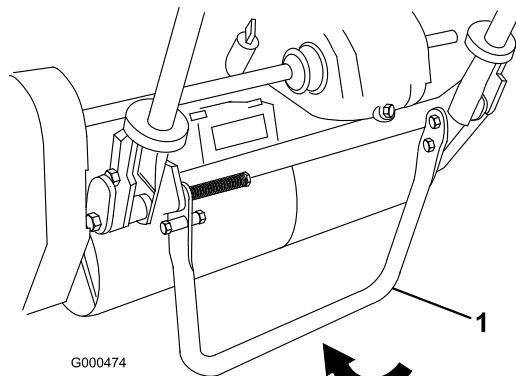

Figura 9
- Con il piede, abbassate il cavalletto, quindi alzate il sostegno della stegola finché il cavalletto non gira in avanti, sopra il centro (Figura 9).